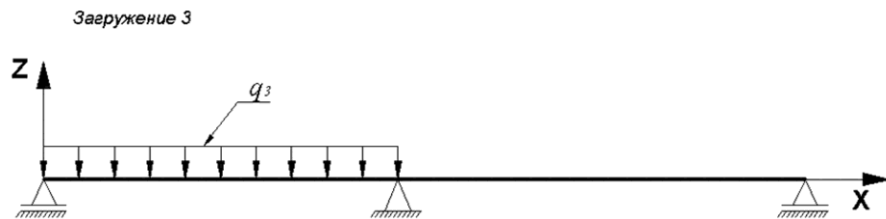

Рис.7.5. Схема загрузки 3 балки
- загрузка 3 – равномерно распределенная в первом пролете $q_3 = 0.87$ тс/м (рис.7.5);